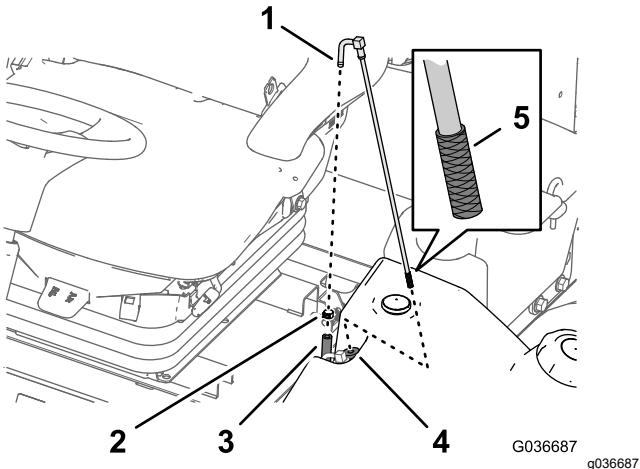

図 51
1. 燃料供給ホースを燃料供給チューブに固定しているホースクランプを外す図 51。
2. フィッティングからホースを取り外す図 51。
3. 燃料タンクから燃料供給チューブを取り出す図 51。
4. 燃料供給チューブの端部のスクリーンにたまっているごみていねいに取り除く図 51。
5. ゴム製ブッシュを通して燃料タンク内部へ燃料供給チューブを挿入する図 51。